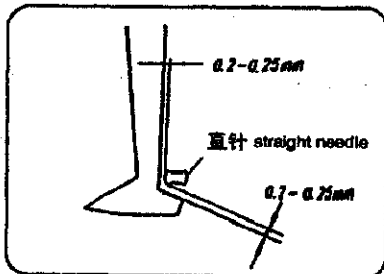

图 4-8 Fig.4-8
(4) Полагающийся клиренс (зазор) между крючковой иглой и прямой иглой в диске подачи показан на рис.4-8.